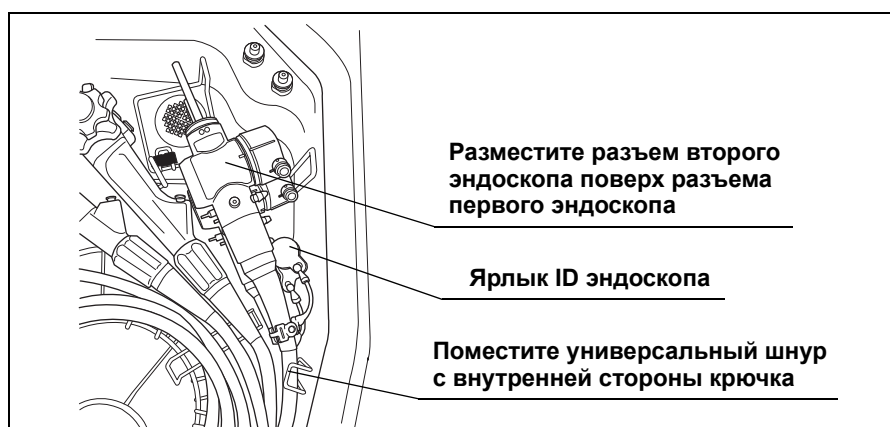

Рис. 4.27
- Если загружается только один обычный эндоскоп или два обычных эндоскопа серии 180/260 или более ранней, разъем эндоскопа можно установить без наклона. В этом случае разъем второго эндоскопа должен быть установлен поверх разъема первого эндоскопа, как показано на Рис. 4.27. Затем поместите ID ярлык второго эндоскопа в положение, показанное на Рис. 4.27.